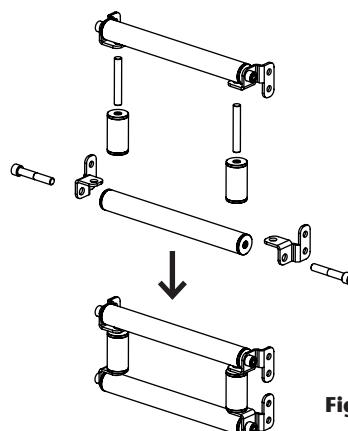
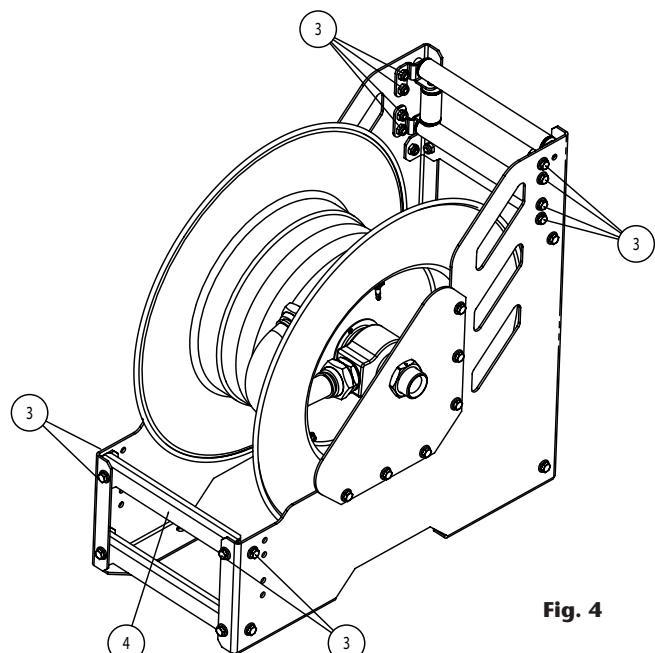

Fig. 3
Fig. 4
5. Assemble between then, the hose outlet components took apart previously as shown (fig. 3), and take them to their new position as shown (fig. 4). Then, screw the bolts (3) (fig. 4).
6. Finally, assemble the crosspiece (4) (fig. 4) at the indicated position.
5. Ensamble entre sí los componentes de la salida de manguera desmontados previamente según (fig. 3), y llevelos a su nueva posición según (fig. 4), apretando los tornillos (3) (fig. 4).
6. Finalmente ensamble el travesaño (4) (fig. 4) en la posición indicada.